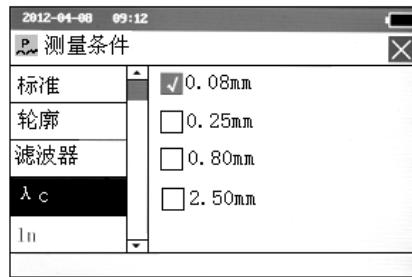

图 2-14 设置取样长度
- ◆ 触摸屏操作：点按屏幕中“ λc ”选项进入设置状态（见图 2-14），再按“□”可选择相应的取样长度，点按 \times 退出修改测量条件状态。
- ◆ 按键操作：按 $\left[\begin{array}{c} \uparrow \text{Ra} \\ \downarrow \text{PRINT} \end{array}\right]$ 选择“ λc ”选项，按回车键 $\left[\begin{array}{c} \leftarrow \\ \rightarrow \end{array}\right]$ 进入设置状态（见图 2-14），按 $\left[\begin{array}{c} \uparrow \text{Ra} \\ \downarrow \text{PRINT} \end{array}\right]$ 选择取样长度，再按 $\left[\begin{array}{c} \leftarrow \\ \rightarrow \end{array}\right]$ 确认，按 $\left[\begin{array}{c} \leftarrow \cdot E \\ \rightarrow \cdot E \end{array}\right]$ 退出设置状态，再按 $\left[\begin{array}{c} \leftarrow \cdot E \\ \rightarrow \cdot E \end{array}\right]$ 退出修改测量条件状态。